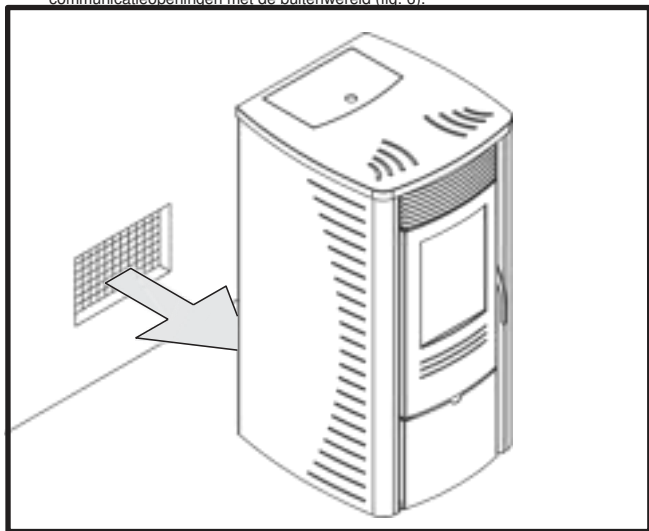

FIG. 4
- Ze moeten worden beschermd door een rooster (fig. 4)